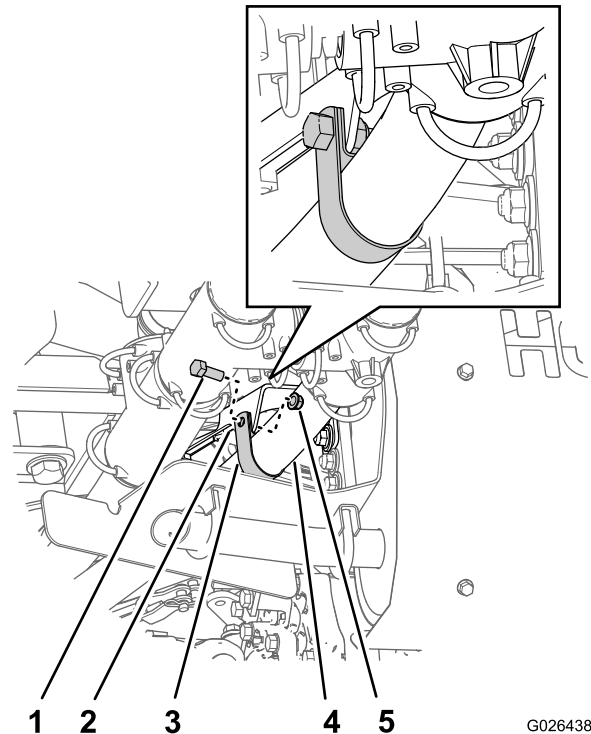

Figura 15
1. Fate scorrere il morsetto (1-1/4 poll.) intorno al tubo flessibile da 1-1/4 poll., adiacente al supporto dello scarico per la staffa del tubo di scappamento (Figura 8 e Figura 15).
2. Allineate il foro nel morsetto con il foro nell'aletta della staffa della marmitta (Figura 15).
3. Collegate il morsetto alla staffa (Figura 15) con il bullone (5/16 x 1 poll.) e il dado di bloccaggio flangiato (5/16 poll.).